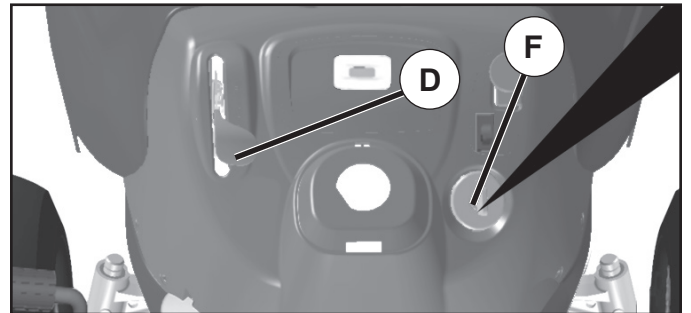

Fig. 19
- Placez la commande des gaz en position (D) intermédiaire (entre rapide et lent).
- Tournez la clé de contact à la position coupée (F) STOP et enlevez-la. Enlevez toujours la clé de contact quand vous quittez le tracteur pour empêcher l'emploi non autorisée.
## POUR UTILISER LA COMMANDE DES GAZ (D) (Voir la Fig. 19)